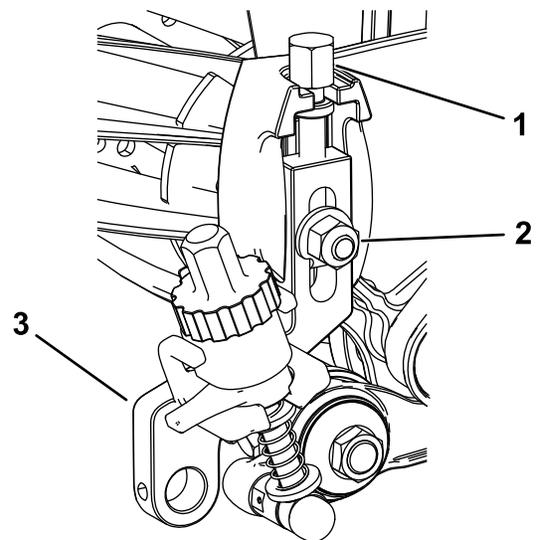

Figura 18
1. Aperte os parafusos de ajuste da altura de corte removidos anteriormente na parte superior dos conjuntos da altura de corte (Figura 18).
2. Instale os conjuntos da altura de corte nas placas laterais da unidade de corte com o parafuso de arado removido anteriormente, porca e anilha especial (Figura 18).